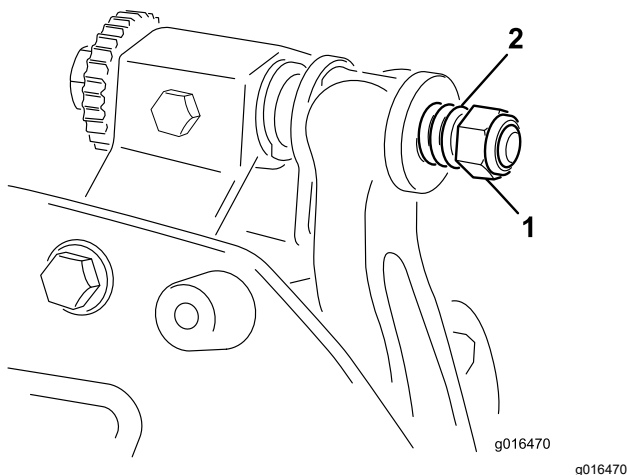

Figure 27
6. Serrez l'écrou de tension du ressort jusqu'à ce que les spires soient jointives, puis desserrez-le de 1/2 tour (Figure 27).